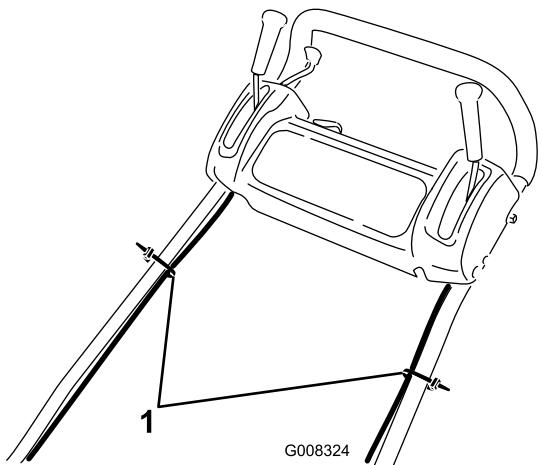

図4
- ケーブル・タイを使ってケーブルをハンドルに固定する(図4)。